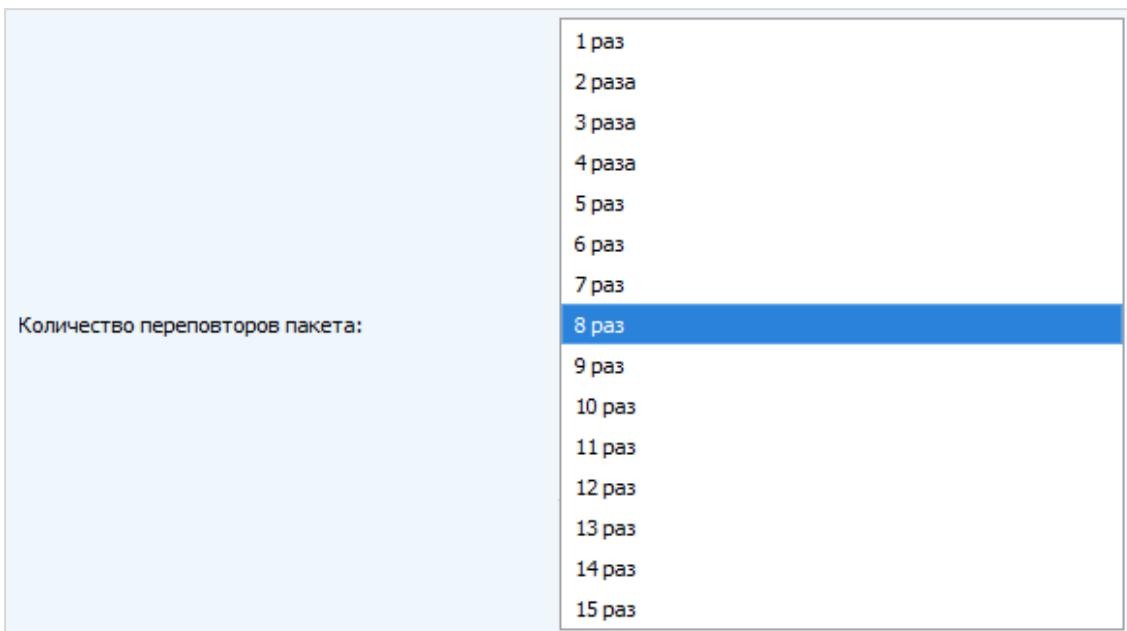

Рисунок 21 — Выбор количества переповторов отправлений пакета
3.5.2.7 «Количество переповторов пакета» (не отображается в режиме работы «Простой») – задаёт количество переповторов отправлений пакета данных (рис. 21). Если функция «Запрашивать подтверждение» отключена, то счетчик будет отправлять каждый пакет столько раз, сколько указано в данной настройке. Если функция «Запрашивать подтверждение» включена, то счетчик будет отправлять пакеты пока не получит подтверждение или пока не отправит столько пакетов, сколько указано в данной настройке.